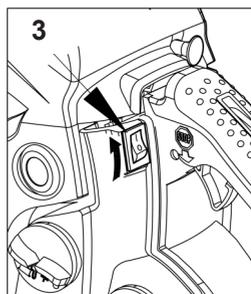

Рис. 6.2
4. Установите выключатель двигателя (рис. 6.2 поз. 3) в положение «!».